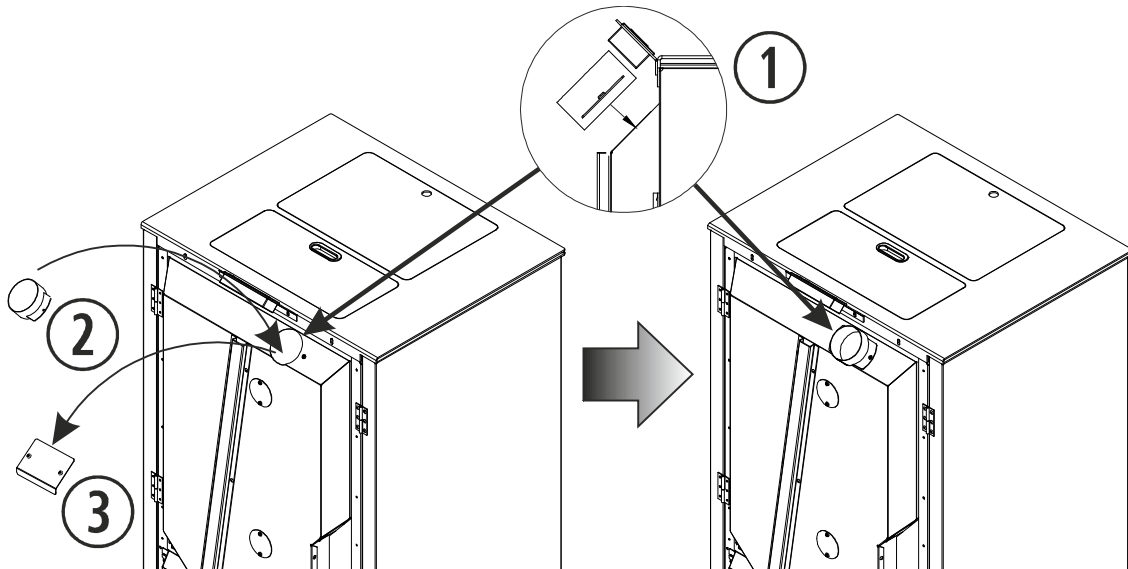

Figura 13
**4.10.** Retiramos la tapa para conexión de las tolvas externas (③) y colocamos el tubo de conexión de la tolva anexa (②) a la tolva de la caldera según la figura 13, de tal forma que la parte más larga de dicho tubo quede hacia el exterior. En la vista detalle (①) de la figura 13 se aprecia el modo de colocar la conexión de la tolva anexa
- 7.4. Verifique que el embudo de conexión de la tolva anexa, está colocado correctamente. La parte larga del embudo debe estar hacia el exterior. Ver *figura 13*.